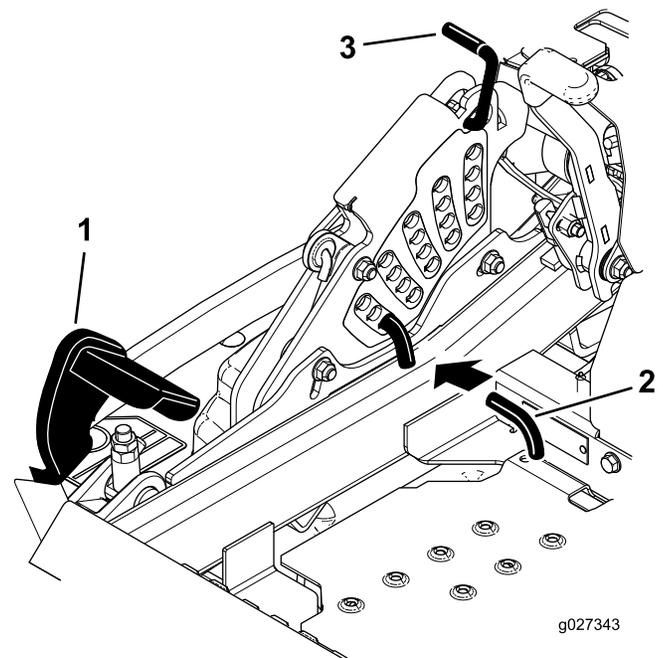

Figura 84
5. Empuje el pedal de elevación de la carcasa hacia delante del todo, hasta que la carcasa se enganche en la posición de transporte de 14 cm (5½") (Figura 84).